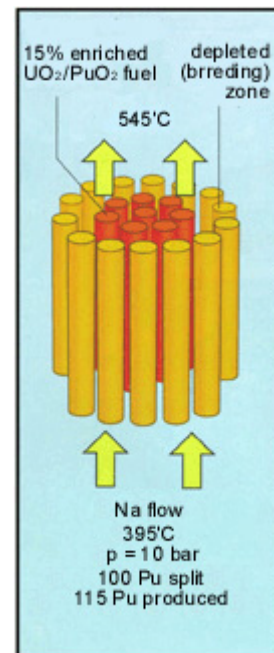

Fig. 8 - Model rdzenia reaktora LMFR. [9]
Rdzeń reaktora (1)(2) Fig.8. jest tak skonstruowany, że wewnątrz znajdują się elementy zawierające pluton otoczone zubożonym UO_2 . Dodatkowo w każdym pręcie paliwowym strefa centralna jest wypełniona ($UO_2 + PuO_2$), a strefy górna i dolna - pastylkami ze zubożonego UO_2 . W ten sposób paliwo w rdzeniu jest ze wszystkich stron otoczone warstwą materiału paliworodnego.